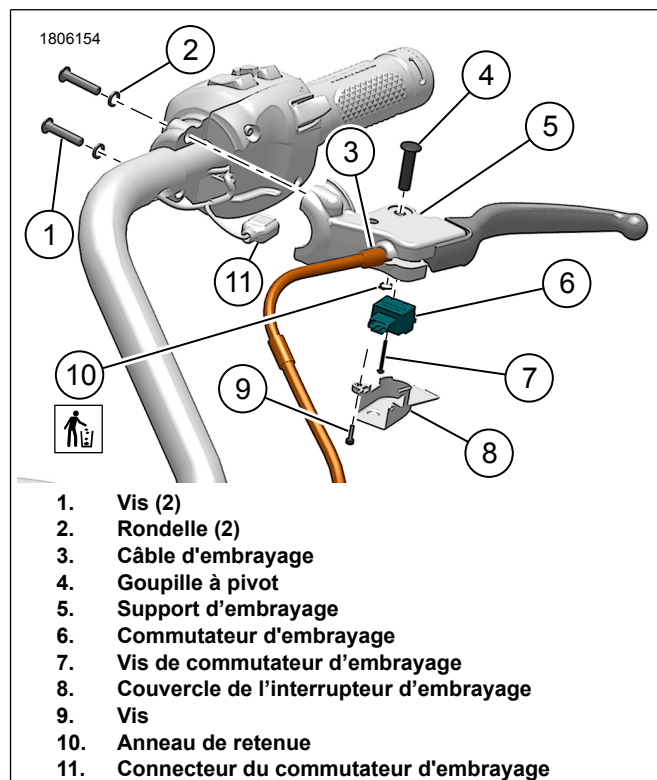
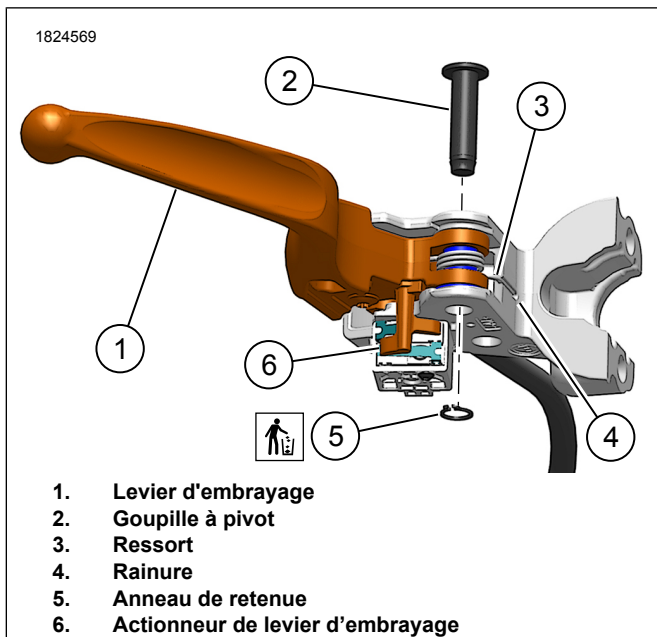

Figure 2. Support de levier d'embrayage
Figure 4. Ensemble levier d'embrayage
- Voir la figure 2. Desserrer le câble d'embrayage (3). Consulter le manuel d'entretien.
- Voir la figure 2. Retirer le couvercle du commutateur d'embrayage (8) de la partie inférieure de la perche.
- Voir la figure 2. Déposer le commutateur d'embrayage (6). Consulter le manuel d'entretien.
- Déposer l'anneau de retenue (10) et la goupille à pivot (4).
- Voir la figure 4. Aligner le **nouveau** levier d'embrayage (1).
- Installer la **nouvelle** goupille à pivot (2) et l'anneau de retenue (5).
- Voir la figure 2. Poser le commutateur d'embrayage (6) en faisant attention de ne pas l'endommager.
- Appliquer le frein-filet sur le filetage de la vis du commutateur (7).
- Voir la figure 2. Installer le couvercle de l'interrupteur d'embrayage (8).
- Appliquer le frein filet sur le filetage de la vis (9).